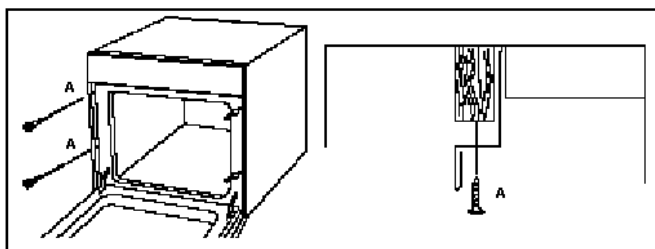

Figure 4
- ❖ Ανοίξτε την πόρτα του φούρνου και στερεώστε τον στο ντουλάπι με τις 4 ξυλόβιδες που μπαίνουν στις οπές και στις δύο πλευρές του φούρνου (Α). Βλέπε **Figure 4**